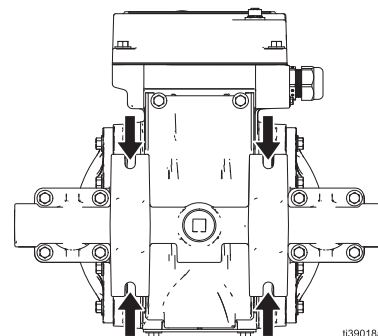

FIG. 5: Fori di montaggio
3. Per tutti i supporti, assicurarsi che la pompa sia ben fissata con fissaggi passanti attraverso i buchi di montaggio alla base. Vedere FIG. 5. Vedere **Dimensioni** a partire da pagina 44.
Per evitare danni alla pompa, montare la pompa nella posizione di montaggio utilizzando dispositivi di fissaggio attraverso ciascun foro dei piedini. Vedere FIG. 5.